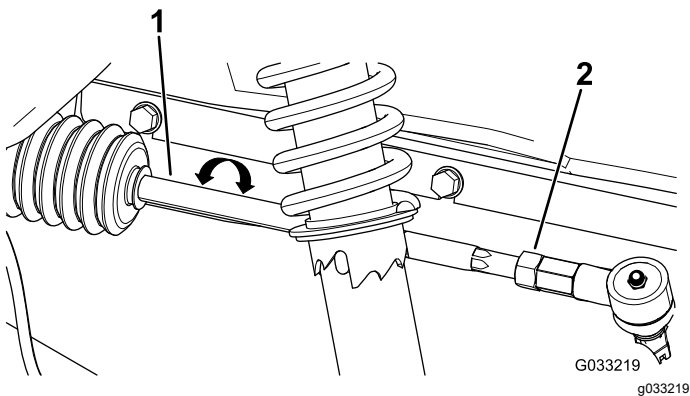

Figura 51
2. Dacă distanța nu se încadrează între 0 și 6 mm, slăbiți contrapiuliile de la capătul exterior al tiranilor (Figura 51).